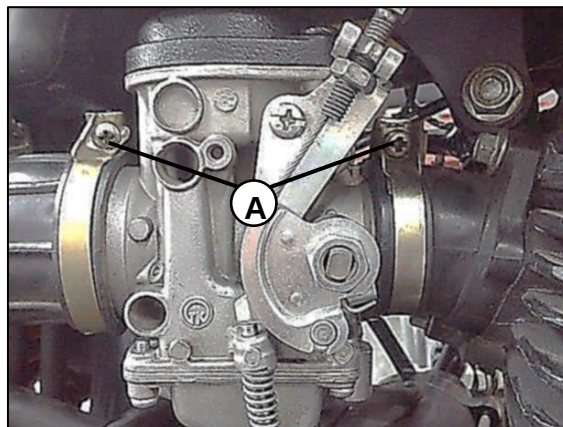

Fig.08
Desajuste los tornillos (A) de sujeción de las abrazaderas que van al carburador. **Fig.08**